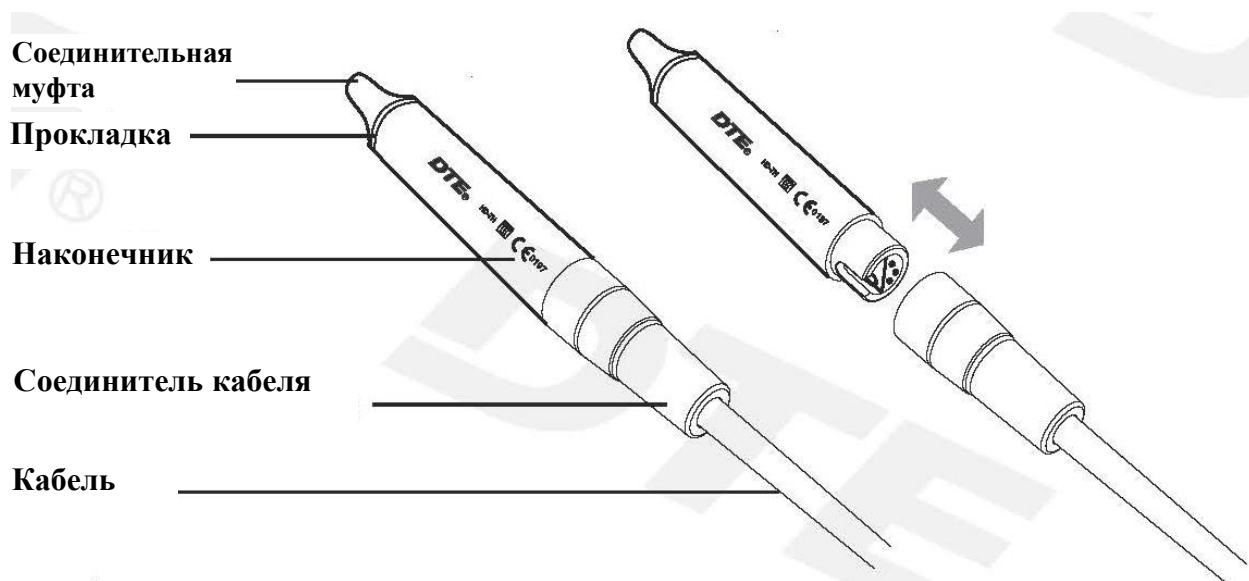

Рисунок 4
2.2. Указания по основным компонентам съемного наконечника (см. Рис.4)